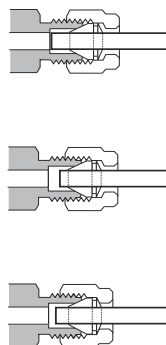

図 13 完成したフィッティング
- 10 図 13 には、正しくねじ込まれた接続と正しくねじ込まれていない接続の両方が示されています。正しくねじ込まれたフィッティングの配管の端は、破損しておらずまたフェラルの動作を妨げないことに注意してください。